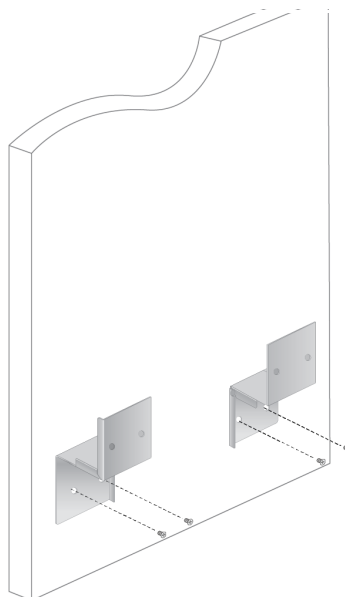

Рисунок 25. Крепление винтами через отверстия
5. Приложите кронштейны к стене и закрепите винтами, пропустив их через отверстия в кронштейнах. См. рис. 25.